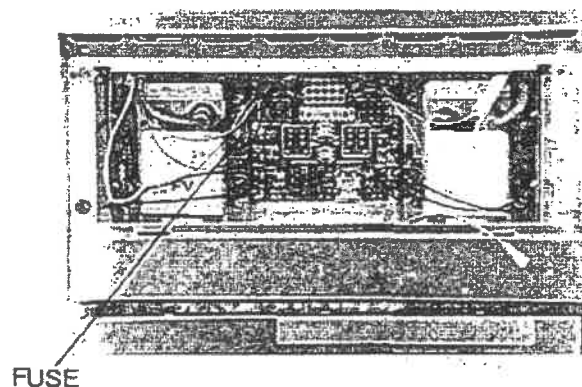

Figura 6
3. Remova o fusível defeituoso da presilha no lado do módulo de ignição. (Veja a Figura 6)
4. Instale o novo fusível na presilha do fusível no modo de ignição. (Veja a Figura 6)